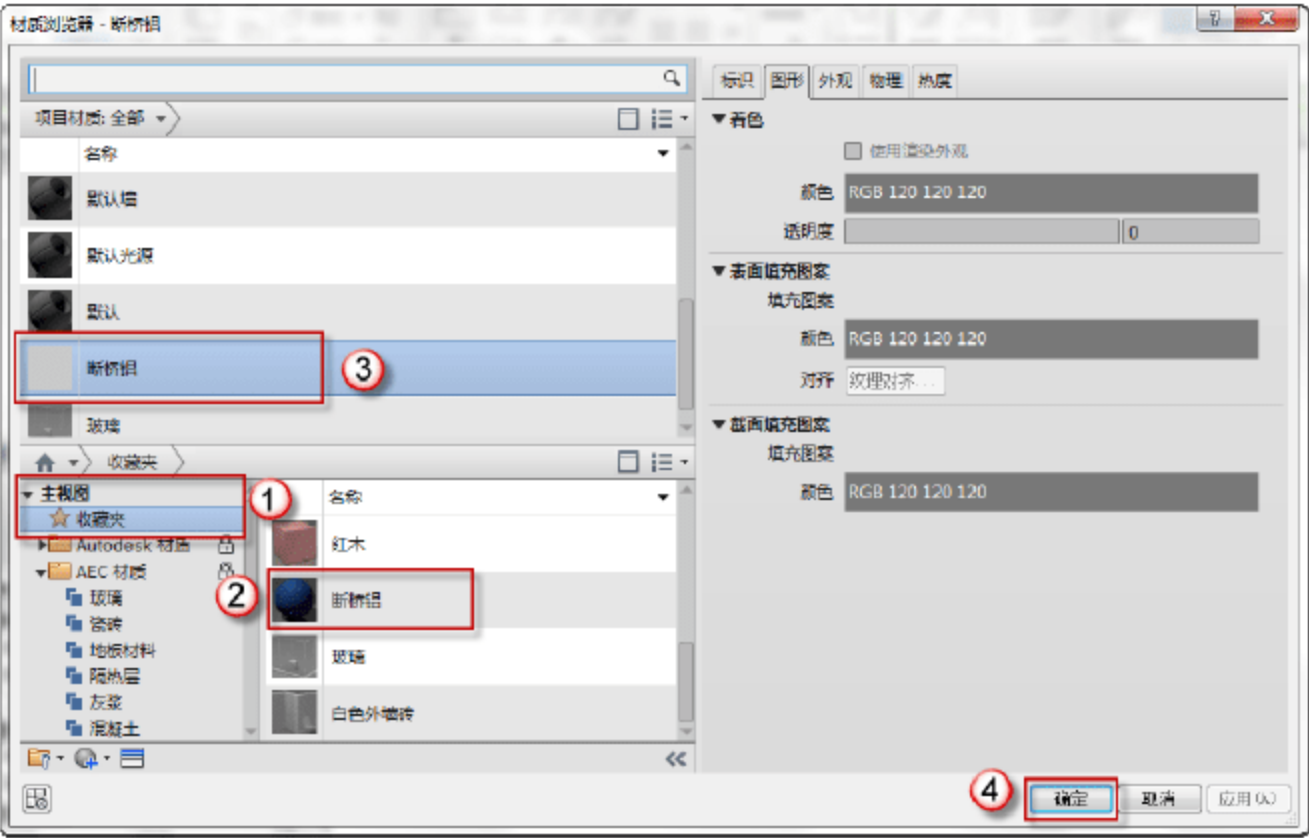

图 7.1.44 添加“断桥铝”材质
(12) 添加“断桥铝”材质。单击“族类型”按钮，弹出“族类型”对话框，单击“材质和装饰”栏“门窗框材质”后的“<按类别>”按钮，弹出“材质浏览器”对话框，选择“主视图”→“收藏夹”→“断桥铝”选项，双击“断桥铝”材质，单击“材质浏览器”对话框中的“确定”按钮，如图 7.1.44 所示。
(13) 绘制 GC4010 的立面打开方向。选择“项目浏览器”中的“立面 (立面 1)”→“外部”选项，进